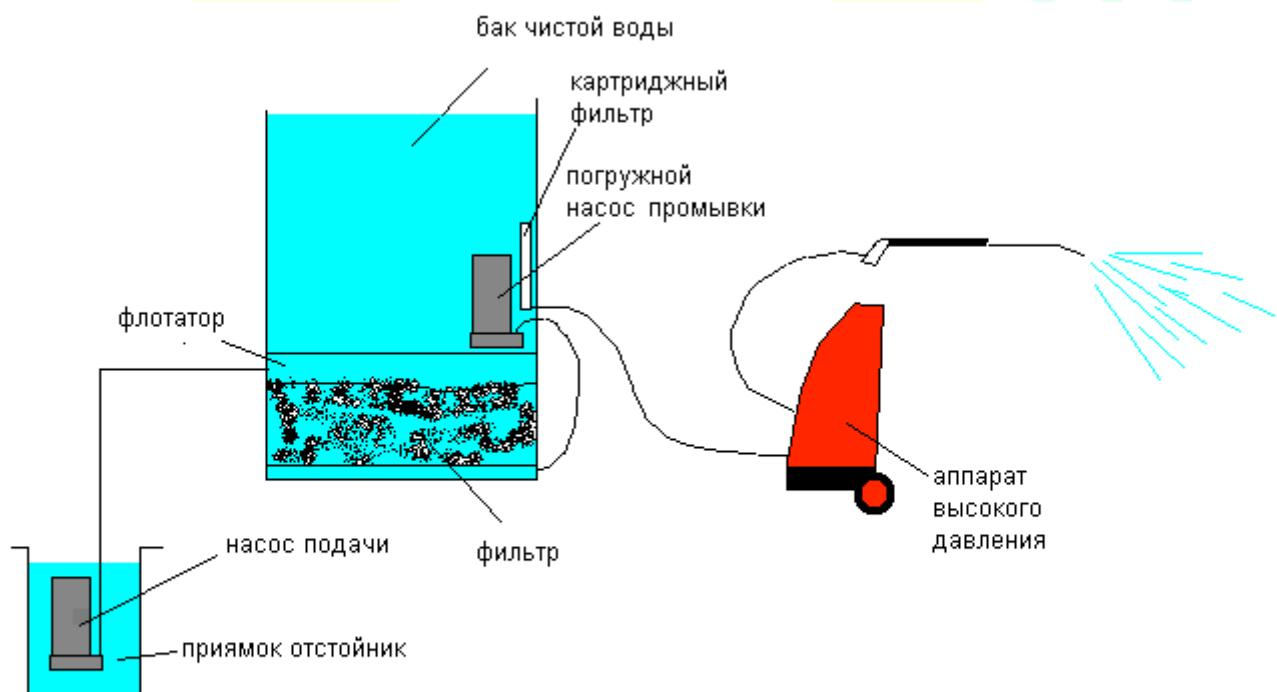

Рис. 6.1.
6.1. Принципиальная схема установки УКО[®]-2 приведена на рис. 6.1.